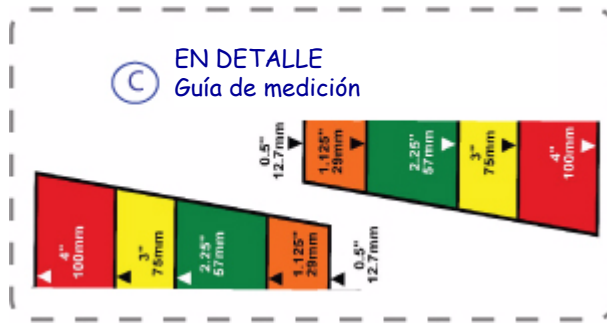

Figura 2-6. Guía de medición en detalle.
- Paso 1:** Compruebe el tamaño de la cinta anotando el color de la etiqueta en el centro del asa del cartucho de cinta. **Por ejemplo**, si la cinta es de 100 mm, verá una etiqueta roja en el centro del asa de la cinta. Esa etiqueta roja corresponde a la barra roja de la guía de medición (Figura 2-6).